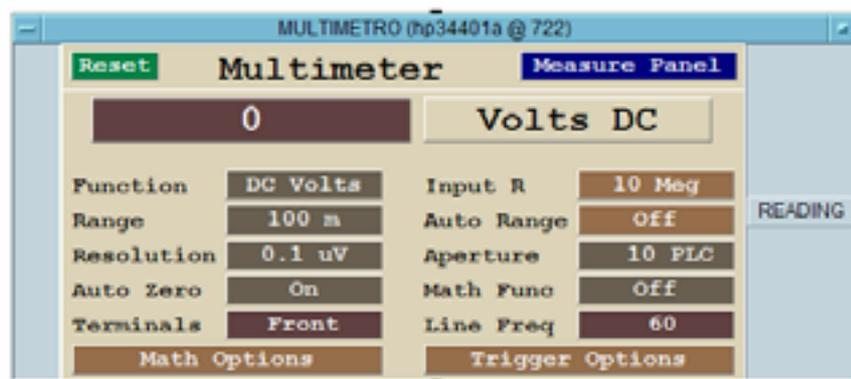

Figura 56 – Multímetro na função de tensão contínua e faixa de 100 m
1) O multímetro é comandado a ficar na função de tensão contínua e faixa de 100 mV, como na figura 56;